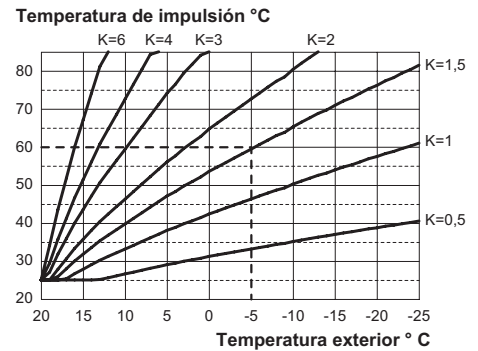

Figura 5.25
Si la caldera **TIENE CONECTADO** el control remoto (opcional), consulte la Figura 5.25.
Cuando se instala la sonda externa, es necesario ajustar este parámetro en función del rendimiento de la instalación de calefacción para optimizar la temperatura de impulsión (Figura 5.25).
Ej.: para obtener una temperatura de impulsión a la instalación de calefacción de 60 °C con una temperatura exterior de -5 °C, se debe definir un K de 1,5 (línea discontinua en la Figura 5.25).
- Utilizando los botones 10 o 11 se puede modificar el valor del parámetro 15 desde un mínimo de **01** hasta un máximo de **60** en función de la curva elegida para el coeficiente K en la Figura 5.25 (el valor que aparece en el display equivale a valores decimales de coeficientes K).